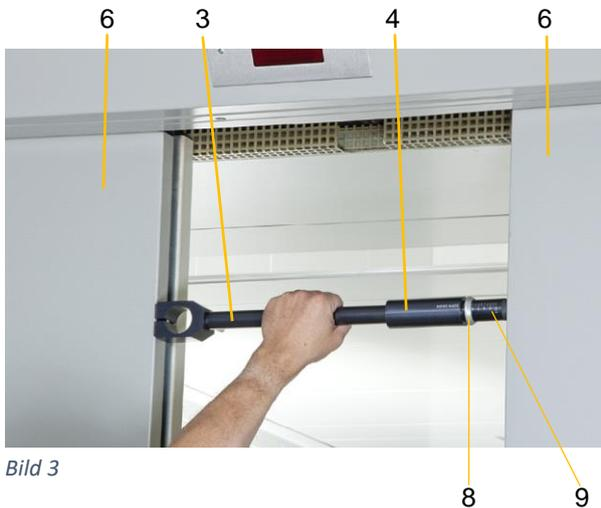

Bild 3
- D** Messgerät (4), - mit aufgebautem Halter (3) - zwischen Türblätter (6) - bei zentral öffnenden Türen (Bild 3) oder zwischen Türblatt (6) und Türrahmen (7) – bei einseitig öffnenden Türen (Bild 4) – positionieren. Türblatt von Hand auf Messgerät (4) fahren.
- F** Die durch den Schleppzeiger (8) angezeigte Kraft in Newton auf der Skala 0-1000 N (9) ablesen.